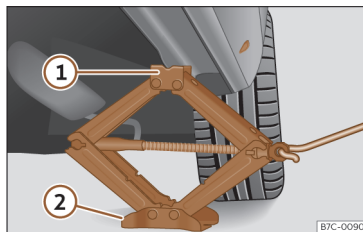

Fig. 237 Longarina: colocação do macaco do veículo.
- Rode a manivela do macaco, colocado por baixo do ponto de apoio da longarina, para levantá-lo até que o ressalto ① >>> **Fig. 237** se encontre por baixo do alojamento previsto.
- Alinhe o macaco de forma a que a patilha ① «encaixe» no alojamento previsto da longarina e que a placa base móvel ② fique apoiada no chão. A placa base ② deve ficar colocada na vertical relativamente ao ponto de apoio ①.